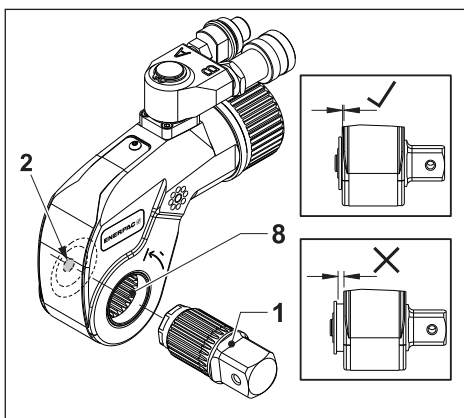

Рис. 3
3.2.1 Установка хвостовика (рис. 3)
- Вставьте хвостовик (1) в трещотку (8).
- Нажмите и удерживайте кнопку фиксатора (2).
- Нажмите на хвостовик (1) и поверните его до фиксации. Затем отпустите кнопку фиксатора (2).
3.2.2 Снятие хвостовика (рис. 3)
- Вытяните хвостовик (1) так, чтобы он высвободился из фиксирующего механизма.
- Полностью выньте хвостовик (1) из трещотки (8).
3.3 Выбор направления вращения (Рис. 3)